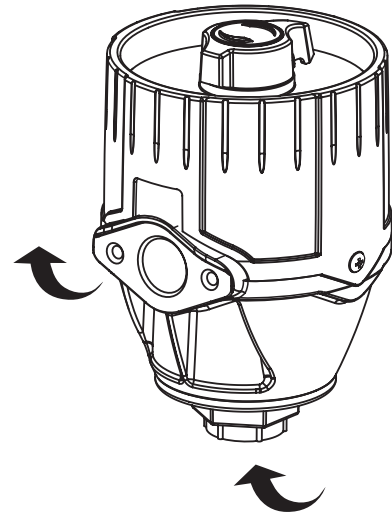

Fig. 3
**The standard model can not be installed to work according to fig. 3 (fluid inlet at the bottom port), meter will fail and several damage to mechanism may occur. To install this option requires other components supplied on request.**
**El modelo standard no se puede instalar para funcionar según la fig. 3 (entrada de fluido por la parte inferior), el medidor no funcionaría y ocasionaría daños internos al mecanismo. Para instalarlo con esta opción requiere otros componentes que se suministran bajo pedido.**